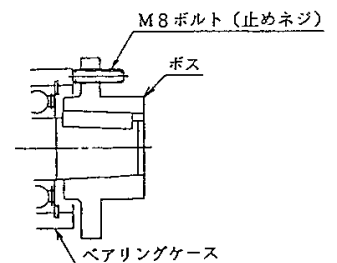

図 9-9
- ・ ボルト、あるいは六角穴付き止めネジを均等に締め込んでボスを主軸より取り外してください。(図 9-9)